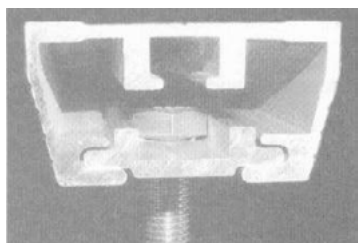

figur 1
6. Montera stegen på tältets botten med fyra 6 mm bultar. Skruva fast varje stegefäste på tältets bas genom de förborrade hålen. Se figur 1.